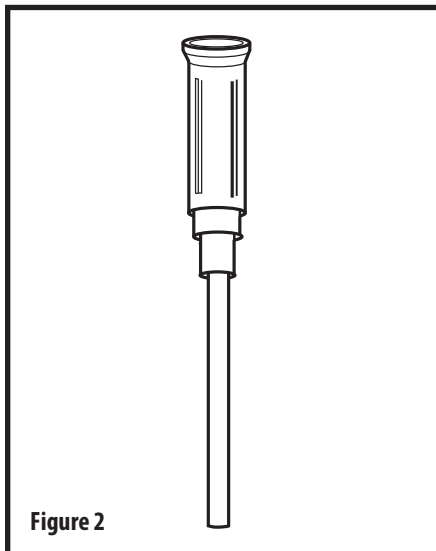

Figure 2
7. 将插管套管(图2)插入空肠口，直到针座与空肠进食口接触并且插管套管在导管内清晰可见。插管套管打开单向阀门，避免被导线损害。